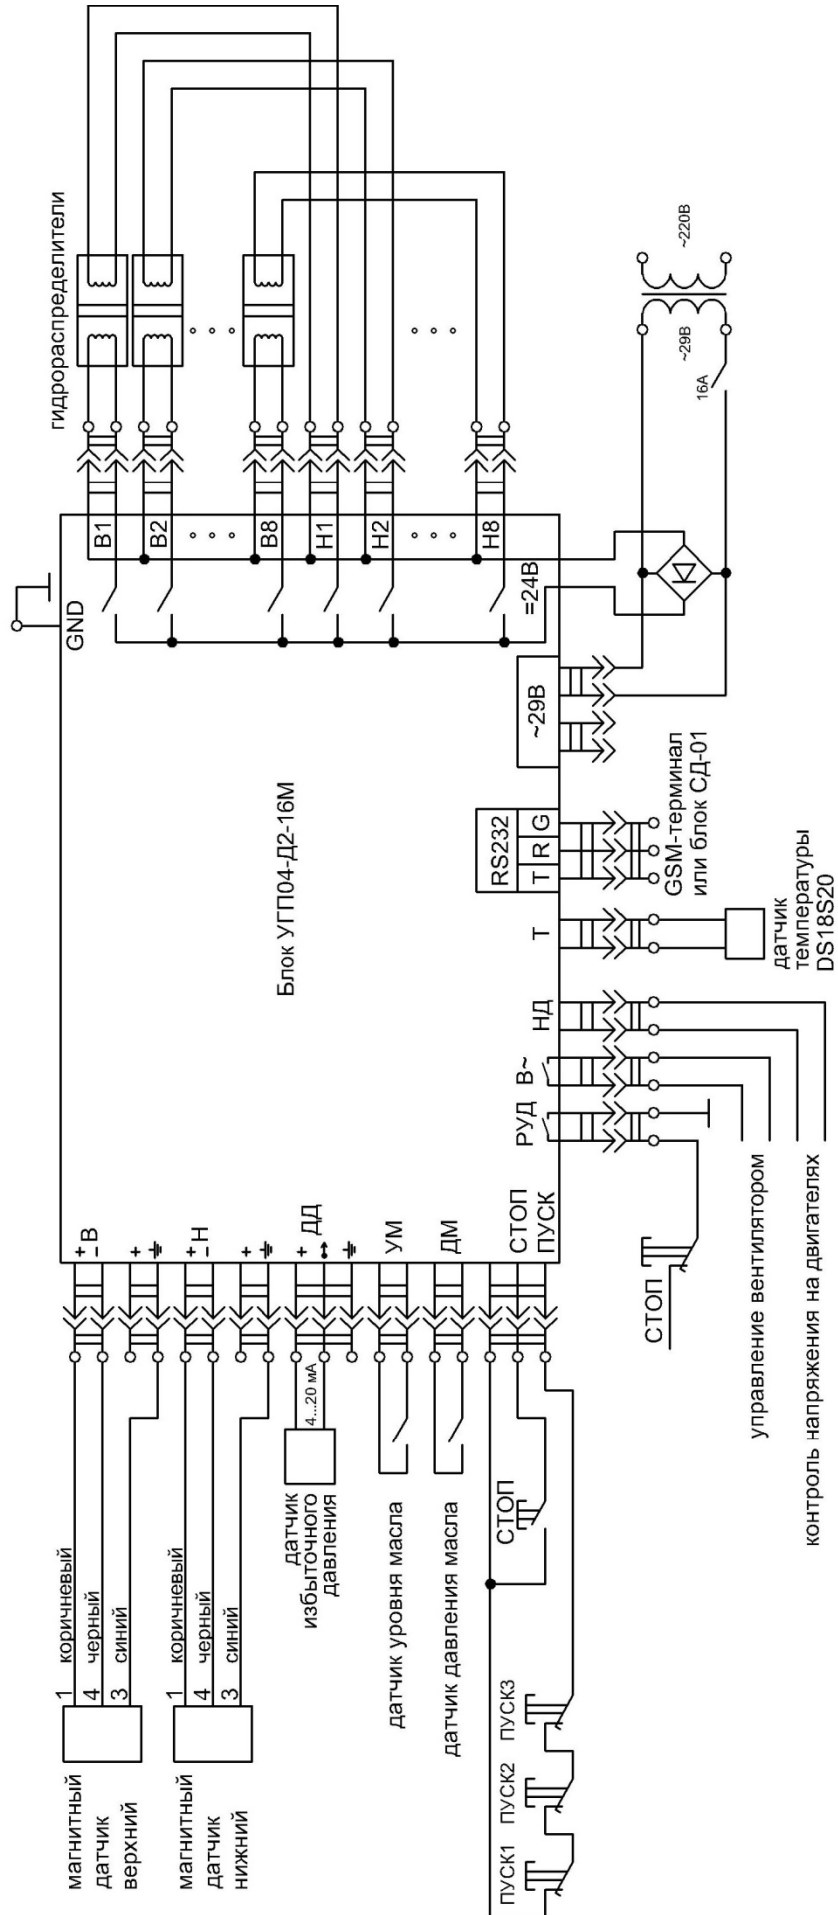

Рис. 4. Схема подключения блока УГП04.
Исполнение блока УГП для магнитных датчиков положения. Подключение производится, соблюдая полярность: верхний контакт – плюс питания (+), нижний – сигнальный (-), минусовой провод питания подключается к клемме ($\frac{1}{\equiv}$) следующих разъемов (Рис. 4).
- схема подключения – трехпроводная (Рис. 4).